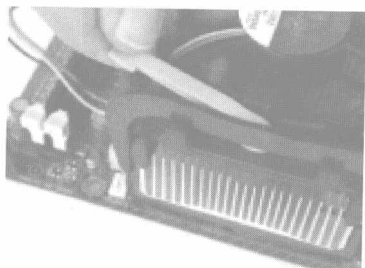

图 1.9 固定 CPU 散热器
(3) 扣具挂好后,向相反的方向扳动散热器顶部的两个固定扳手,将风扇紧紧压在 CPU 表面,如图 1.9 所示。